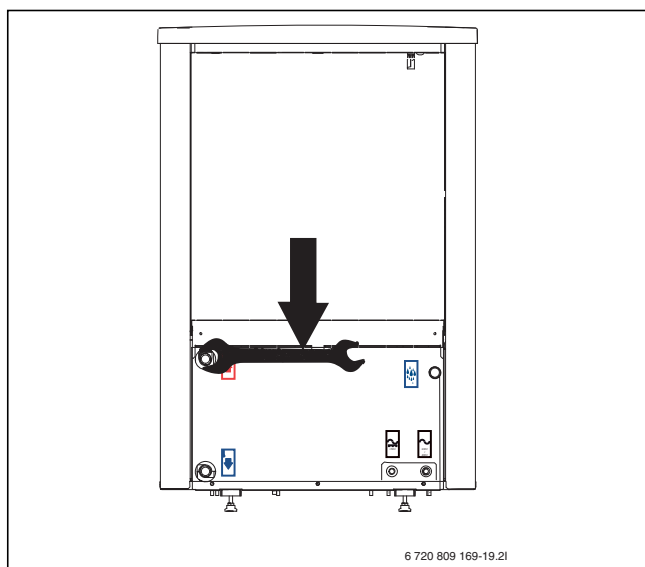

Рис. 80 Момент затяжки соединений теплового насоса.
- Затяните трубные соединения контура теплоносителя с усилием 120 Нм. Нажимайте вниз как на Рис. 80, чтобы не оказывать поперечного давления на конденсатор.